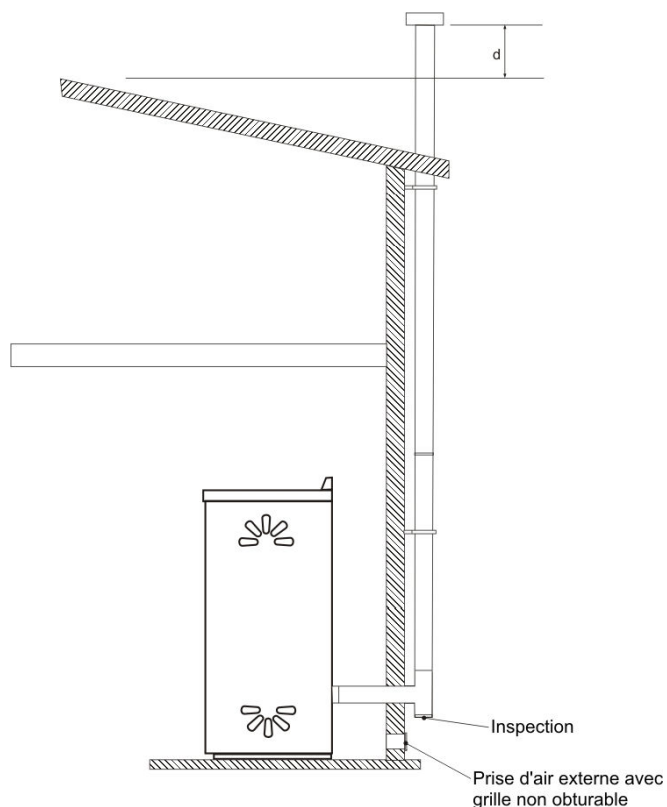

Fig. 13
- Seuls des tuyaux isolés (double paroi) en acier inox fixés au bâtiment (fig.13) doivent être utilisés.
La solution à adopter dans le cas où l'on souhaite utiliser un conduit d'évacuation des fumées externes est représentée sur la fig. 13.